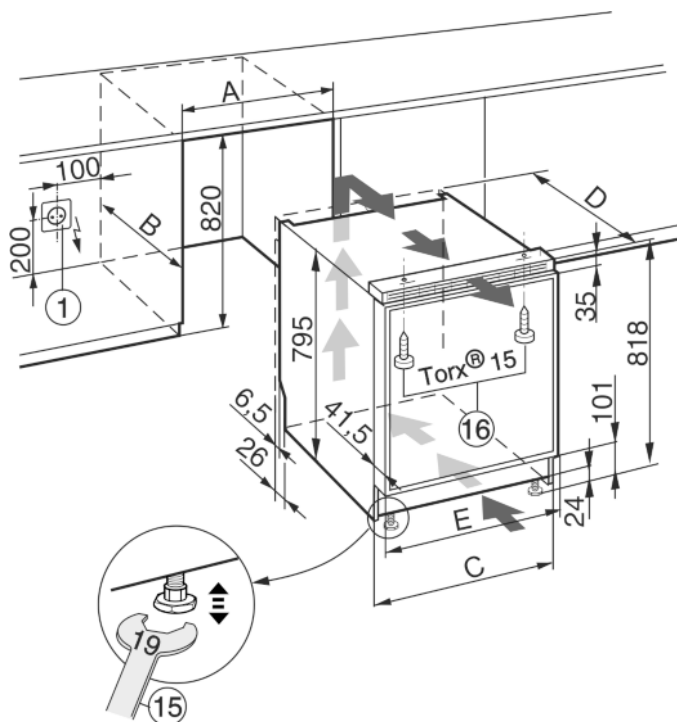

Fig. 12
- ☐ La presa Fig. 12 (1) deve essere situata vicino all'apparecchio ed essere facilmente accessibile.
- Livellare l'apparecchio agendo sui piedini di regolazione servendosi della chiave fissa Fig. 12 (15) fornita in dotazione.
- Fissare l'apparecchio con le viti Fig. 12 (16) superiori in dotazione al piano di lavoro e rispettivamente ai mobili della cucina.